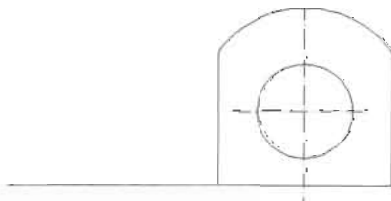

图 10-150
(10) 单击“修改”工具栏中的“修剪”按钮, 对直线和圆弧做裁剪处理, 结果如图 10-150 所示。